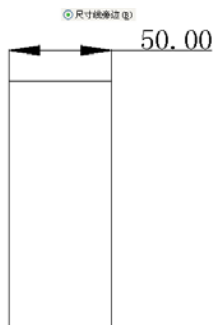

图 9.47 选择【尺寸线旁边】单选按钮
- 【尺寸线旁边】单选按钮：选中该单选按钮可以将文本放在尺寸线旁边，如图 9.47 所示。